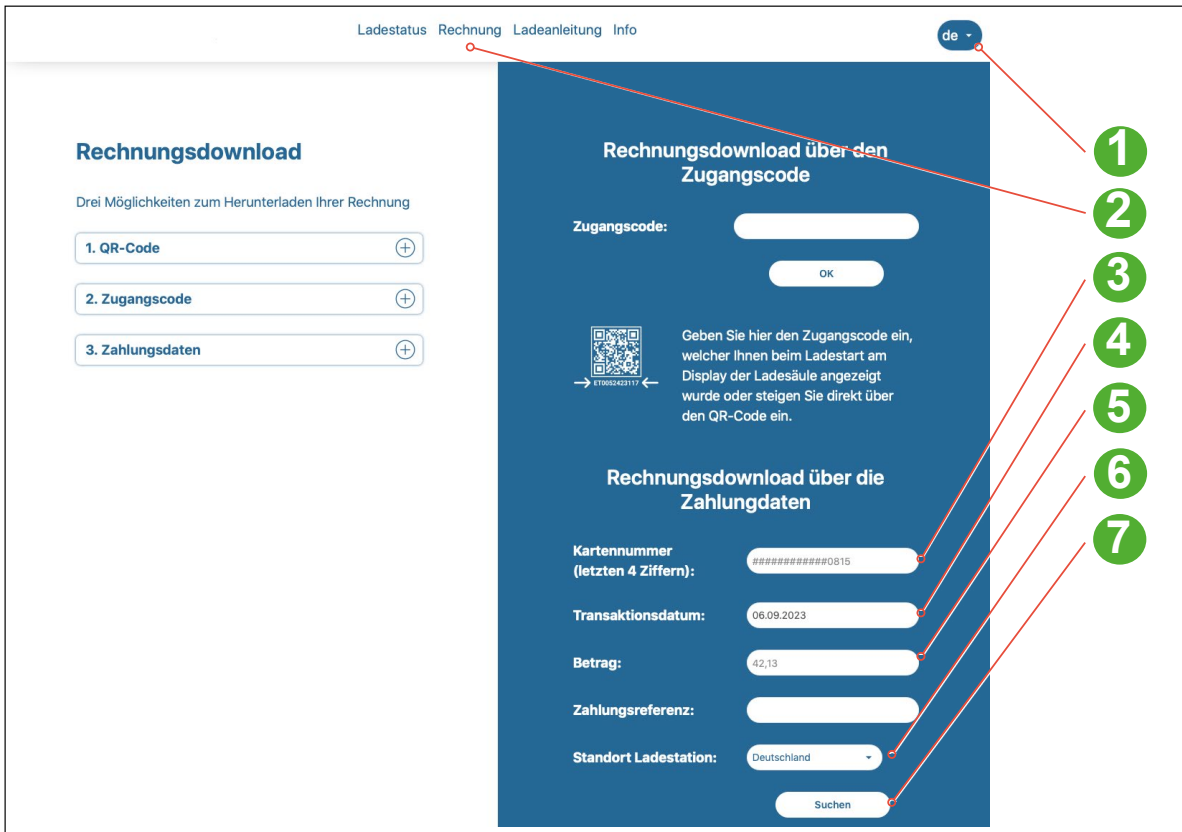

Abb. 45: Homepage www.echarging.info
siehe **1** bei Abb. 45.
- 2. In der Kopfzeile auf die Schaltfläche "**Rechnung**" klicken: siehe **2** bei Abb. 45.
- 3. In der Zeile "**Kartennummer**" die letzten vier Ziffern der verwendeten Zahlkarte (Debit- oder Kreditkarte) eintragen: siehe **3** bei Abb. 45.
- 5. Die Daten der Buchungszeile in geöffneten Website "www.eccharging.info" eintragen: siehe Abb. 45.
- Transaktionsdatum in Zeile **4** bei Abb. 45 eintragen.
- Betrag des Ladevorgangs in Zeile **5** bei Abb. 45 eintragen.
- Standort der Ladestation in Zeile **6** bei Abb. 45 auswählen.
- 6. Auf die Schaltfläche "**Suchen**" klicken: siehe Zeile **7** bei Abb. 45.